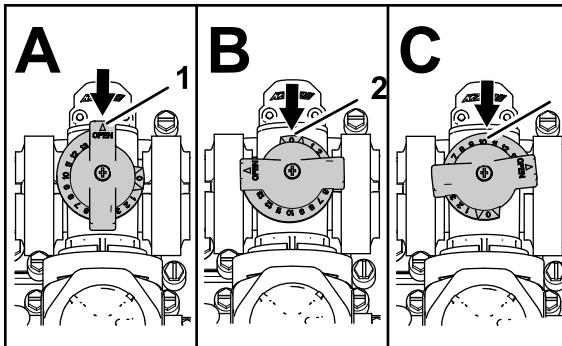

Figura 86
- A válvula de derivação da agitação está na posição totalmente Aberta, como se mostra na Figura 86 A.